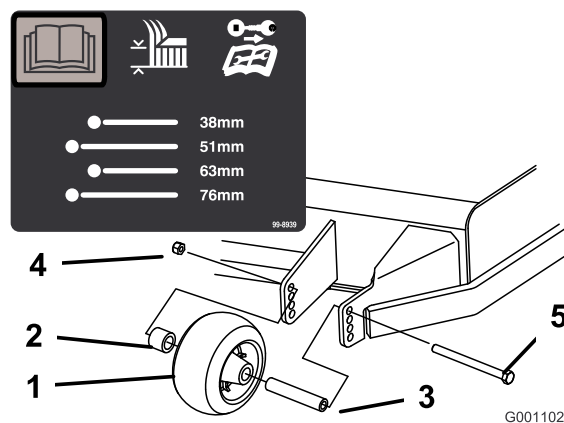
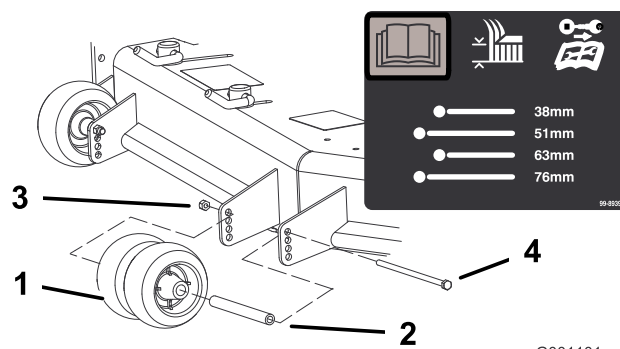
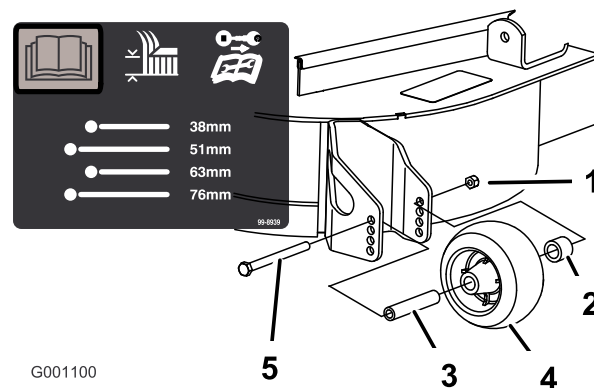

Bild 17
Bild 18
Bild 19
3. Nach dem Einstellen der Schnitthöhe sollten Sie die Rollen einstellen. Nehmen Sie die Bundmutter, die Büchse, das Distanzstück und die Schraube ab (Bild 17, Bild 18 und Bild 19).
Hinweis: Die beiden mittleren Rollen haben keine Distanzstücke (Bild 18).
5. Setzen Sie die Bundmutter, die Büchse, das Distanzstück und die Schraube ein. Ziehen Sie auf 54 bis 61 Nm (Bild 17, Bild 18 und Bild 19) fest.